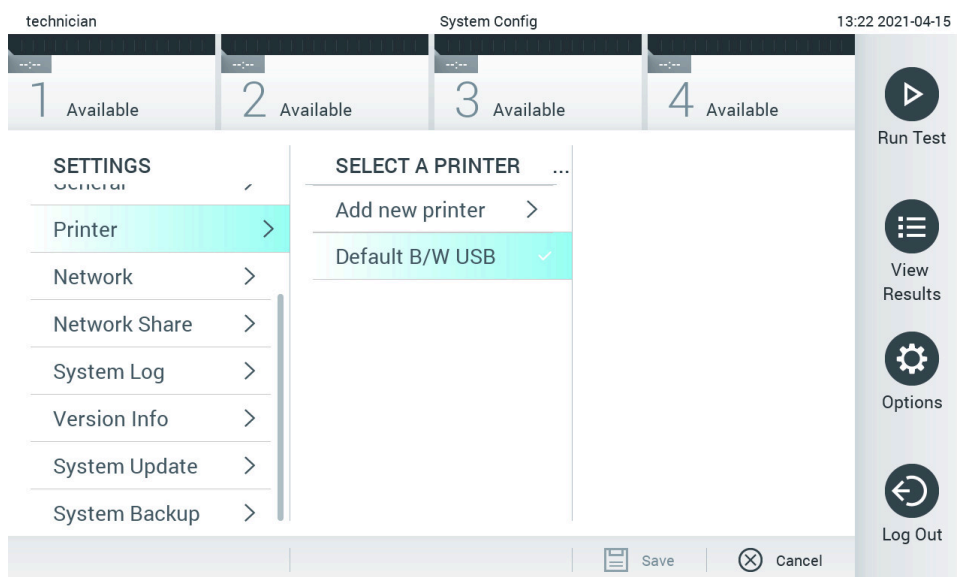

Figura 74. Seleção de uma impressora do sistema.
3. Selecione uma impressora a partir da lista de impressoras disponíveis (Figura 74).